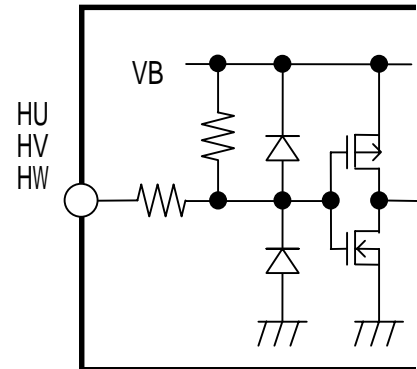

図2 .HU, HV, HW 端子の等価回路
(1) HU, HV, HW端子
- ・三相ブリッジの出力素子を制御する入力端子です。図2に等価回路を示します。入力電圧は、5V CMOSまたはTTLコンパチとなっています。また、それぞれの入力には、typ. 200k のプルアップ抵抗を内蔵しています。